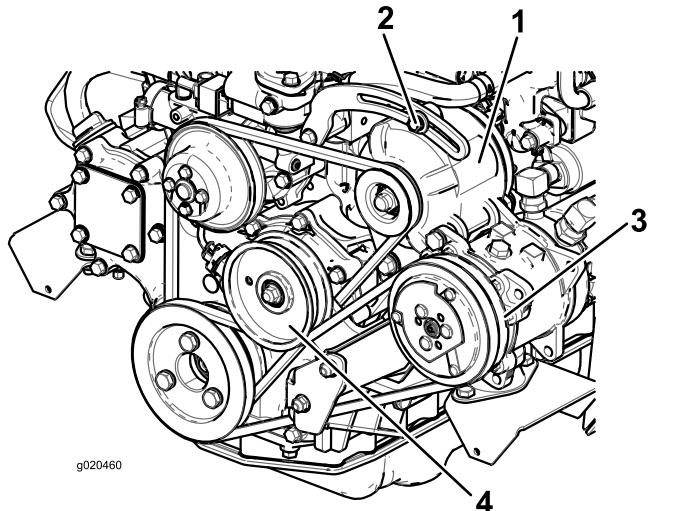

Figura 75
Si la desviación no es de 10 mm, afloje los pernos de montaje del alternador (Figura 75).
- Si la desviación no es de 10 mm, afloje el perno de montaje de la polea tensora (Figura 75).